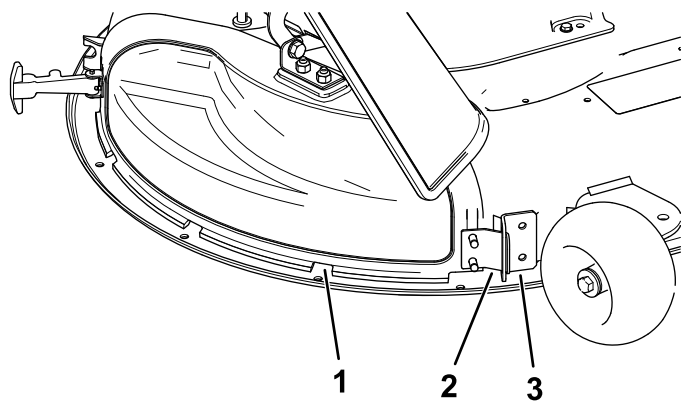

**Figura 11**
3. Solte o trinco flexível do fixador do trinco na cobertura de descarga e rode a cobertura de descarga para a direita (Figura 11).
6. Prenda a cobertura de descarga à plataforma encaixando o trinco flexível na cobertura de descarga no retentor na plataforma (Figura 11).